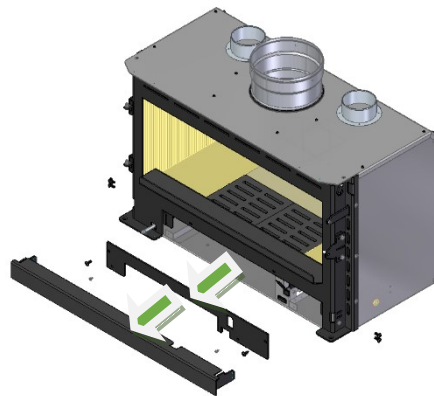

Figura 44 - Desmontaje de la tapa inferior y de la cubierta inferior
a. Retire la tapa inferior aflojando los tornillos laterales y, a continuación, retire la tapa frontal inferior aflojando también los tornillos, véase la Figura 44.